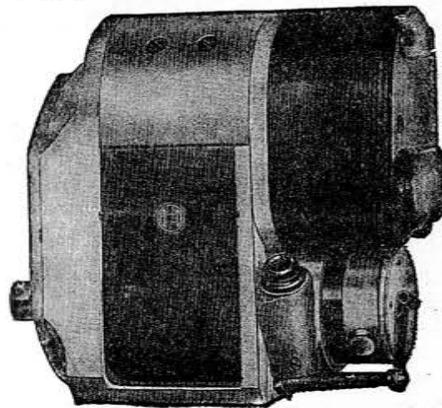

Abb. 14.
**Bauart.** Ueber dem Magnetzünder üblicher Bauart ist die Lichtmaschine gelagert. Der Lichtmaschinenanker wird durch Zahnräder vom Anker des Magnetzünders mit einer Uebersetzung von etwa 1:3 angetrieben. Die Zahnräder sind vollständig wasserdicht eingekapselt und mit einer Dochtschmierung versehen (siehe Bild 14).